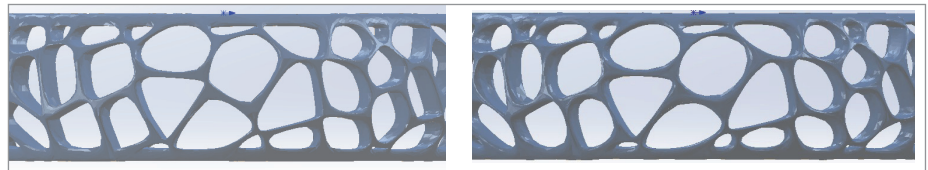

Рис. 6. До (слева) и после (справа) применения функции разглаживания
- **Разглаживание** (рис. 6). Эта функция, позволяющая скруглить неровные области, применяется как ко всей сетке, так и к отдельным ее частям. Может использоваться для сглаживания границ сетки после исключения посторонних данных при удалении части сетки.